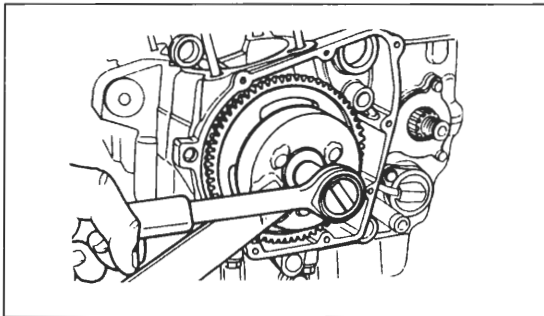

Bild 143
- Mit Spezialwerkzeug (Bild 143) Freilaufgehuse blockieren und Befestigungsschraube ausdrehen.